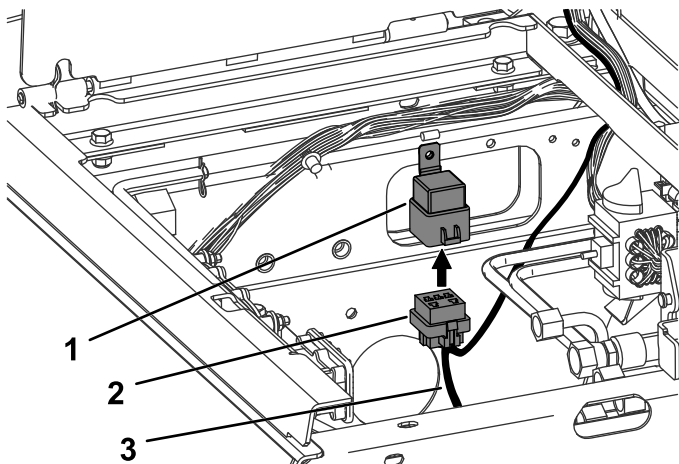

Figure 27
8. Branchez le connecteur du relais au relais, comme montré à la Figure 27.